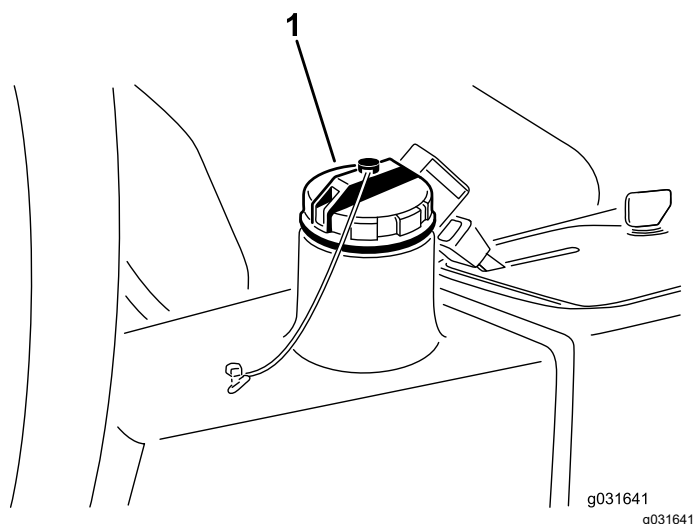

Figure 67
4. Versez environ 13,2 litres de liquide hydraulique dans le réservoir (Figure 67) ; voir Liquides hydrauliques spécifiés \(page 60\) et Contrôle du niveau de liquide hydraulique \(page 60\).